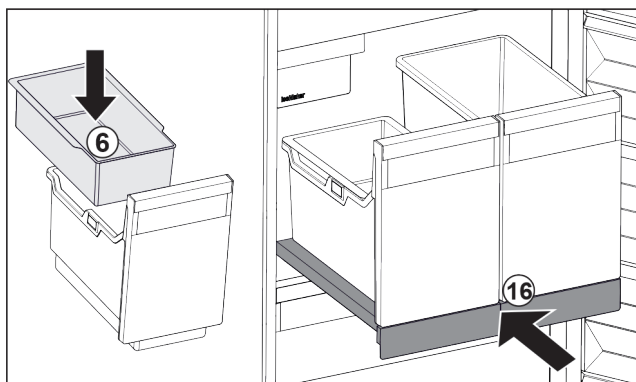

Fig. 87
- Einhängeschale Fig. 87 (6) für Eiskwürfel einsetzen.
- Auszugsbord mit Behälter (IceTower) einschieben. Fig. 87 (16)